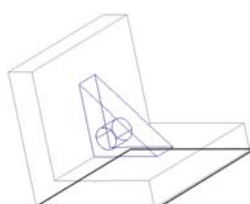

图 7.3.12 操作过程 (二)
(2) 模型中图 7.3.12 所示的参考平面变亮, 输入提示信息 bot, 按回车键。